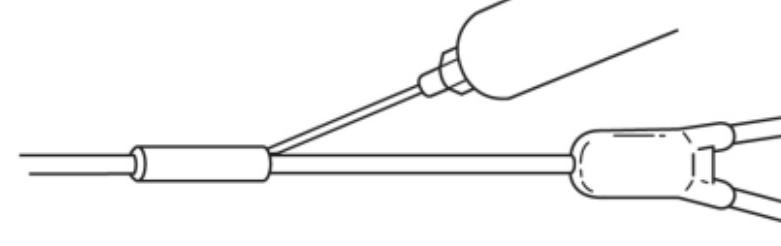

Fig. 9
9. Injecte adesivo em ambas as pontas da ligação. (Fig. 9)